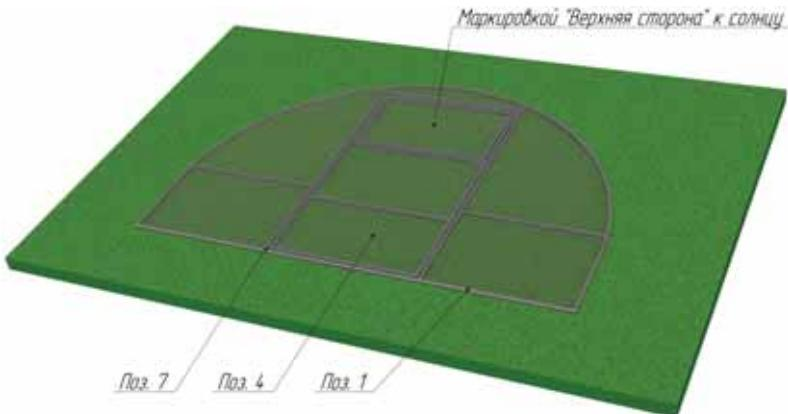

Рис. 2. Монтаж поликарбоната
2. Положить торцы с форточками и дверьми (**Поз.1**) на ровную поверхность так, чтобы форточки и двери открывались вверх (рис.2). Снять прозрачную защитную пленку с внешней и внутренней стороны листа поликарбоната (**Поз.4**), расположить листы маркировкой «Верхняя сторона» к солнцу и прикрутить его саморезами (**Поз.7**) к **Поз.1** (для облегчения монтажа можно предварительно просверлить отверстия в металле сверлом 3мм, либо прокрутить торец саморезами без поликарбоната). Строительным ножом отрезать лишнюю часть поликарбоната по внешнему контуру.